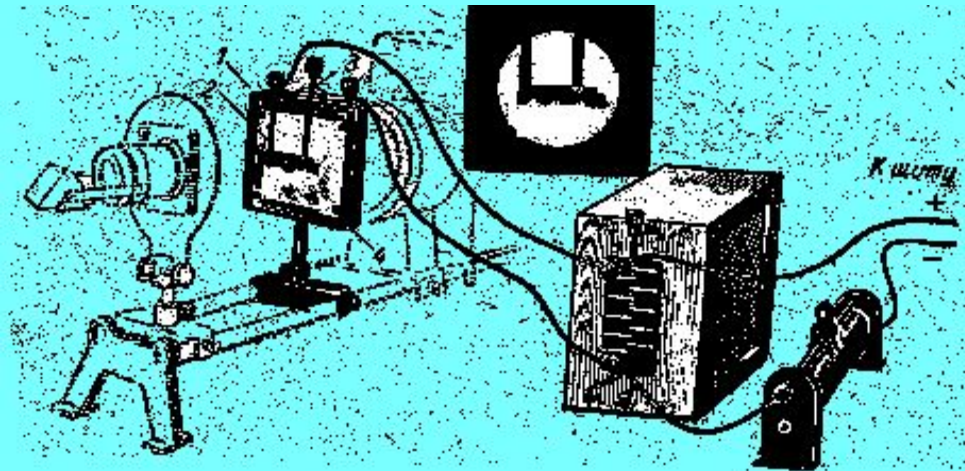

Рис. 12.4.
1. Собирают установку рис.12.4.